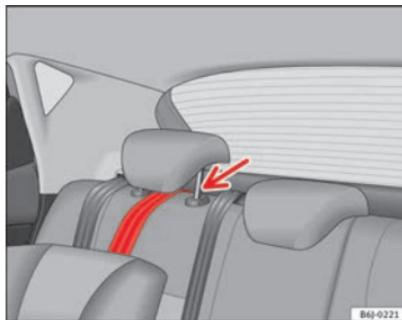

Abb. 28 Befestigungsgurt: korrekte Einstellung und korrekter Einbau
- Führen Sie den Befestigungsgurt des Top Tether unter der Rückstützkopfstütze hindurch → Abb. 28 (dazu ggf. die Kopfstütze nach oben verstellen).